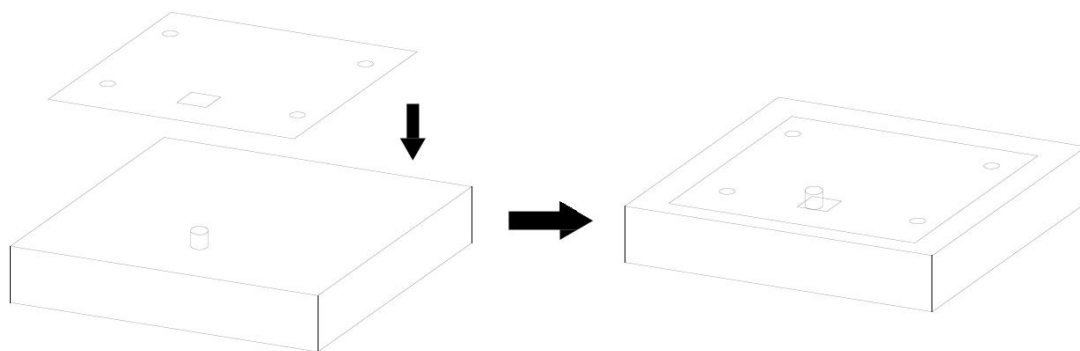

图 8
- 将定位纸放在混凝土基础上，定位纸电缆孔和基础电缆孔对应。（如图 8）